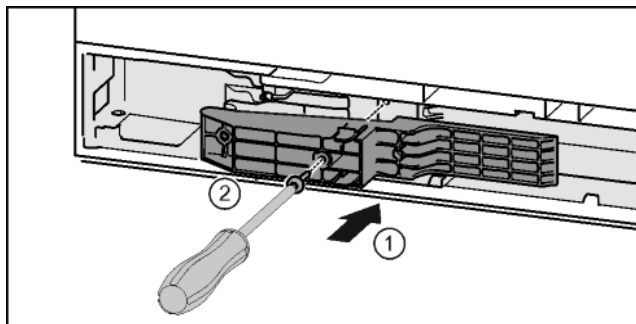

Fig. 44*
- ▶ Inserire l'adattatore sul lato impugnatura nell'incavo.* Fig. 44 (1)
- ▶ Serrare le viti con il cacciavite T15.* Fig. 44 (2)